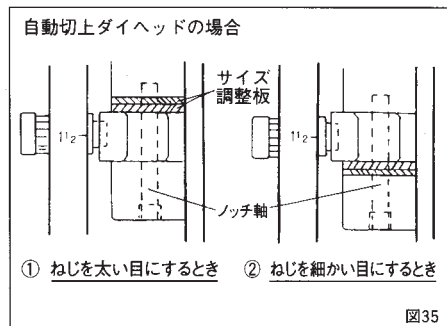

図35
### 自動切上ダイヘッドの場合 (図35)
- ① ノッチ軸を (－) ドライバーで緩めます。
- ② 位置決めノッチを押さえながらノッチ軸を外します。
- ③ 位置決めノッチをその下にあるピンとバネが飛び出さないよう、注意しながら外します。
- ④ サイズ調整板を図35-①②のどちらかを選び挿入してください。
- ⑤ バネ及びピンを切上げブロックの所定の穴に入れ、位置決めノッチを押さえます。
- ⑥ ノッチ軸を切上げブロックに通し、位置決めノッチ、サイズ調整板をセットします。
- ⑦ (－) ドライバーでノッチ軸をしっかり締め付けてください。